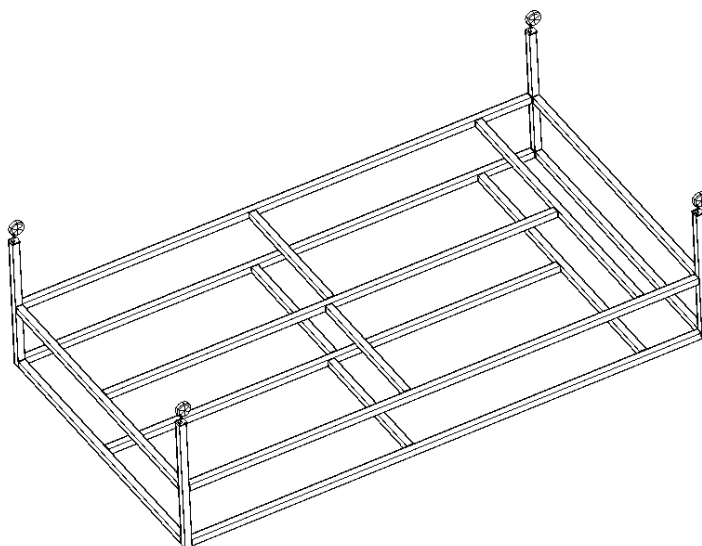

Рис.3
4.4 Сборка стола начинается со сборки металлического каркаса. Его удобно собирать в перевернутом вверх “ногами” положении (Рис. 3). Сборку металлокаркаса необходимо осуществлять болтами М10 x 20 находящимися в комплекте. Для сборки металлокаркаса используйте все входящие в комплект элементы, кроме деталей с маркировкой МК9, т.к. они устанавливаются после установки листовых деталей ПЛК1, ПЛК2 и ПЛК3.